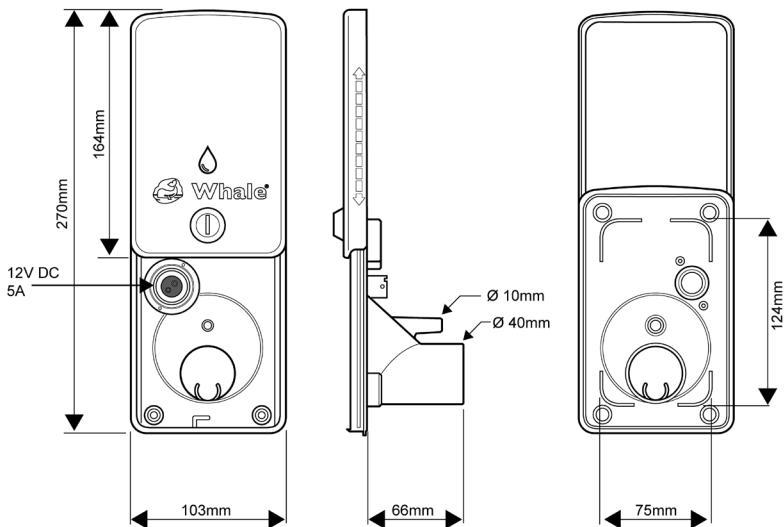

Figure 6. Onboard Tank Fill + 12V Socket Dimensional Drawings
**(DE)** Abbildung 6: Maßzeichnungen für Wassertank Füllstutzen + 12-V-Anschlussdose
**(FR)** Figure 6. Schémas de principe de la bouchon de remplissage du réservoir embarqué + 12V
**(ES)** Fig. 6. Dibujo dimensional de la llenado del depósito de a bordo + 12 V
**(NL)** afb. 6. An boord tank vulling + 12V contactpunt, tekening met afmetingen
**(SE)** Bild 6. Påfyllning av tanken + 12V uttag, dimensionsritningar